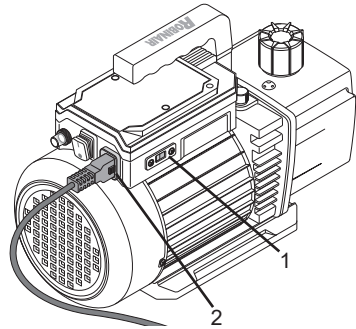

Figura 3
1. Configure el interruptor selector de voltaje (1) según sea necesario para asegurarse de que el ajuste de voltaje coincida con la clasificación de la fuente de alimentación en el tomacorriente (consulte Figura 3).
3. Conecte el cable eléctrico (2) a la bomba de vacío (consulte Figura 3).